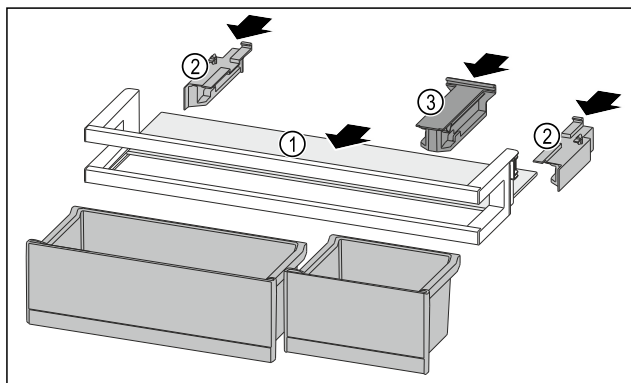

Fig. 151
- Tolja be a tárolólapot Fig. 151 (1) az oldalsó bemarásokba.
- Helyezze be az oldalsó részeket Fig. 151 (2).
- Helyezze be a tartóelemet Fig. 151 (3).